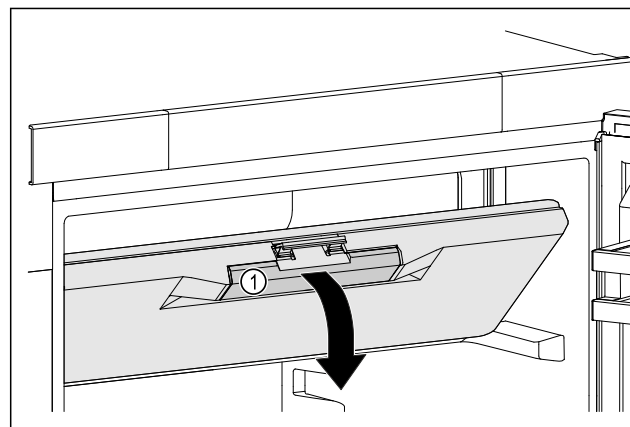

Fig. 45
- Kapni derën e ndarjes së ngrirjes te doreza e futur Fig. 45 (1).